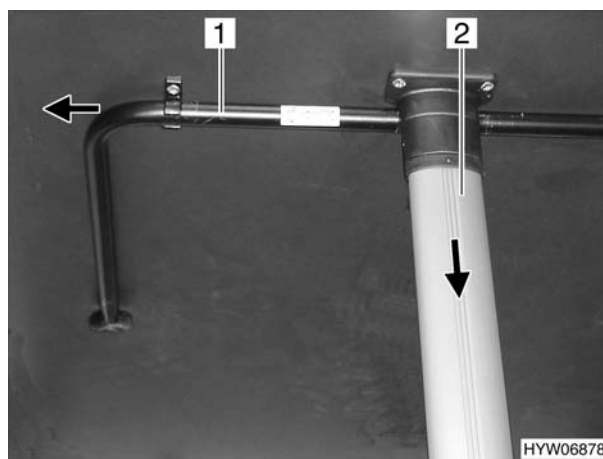

Fig. 30 Tavolo sospeso
- Spingere il puntello (Fig. 30,1) nella direzione indicata dalla freccia e ribaltarlo.
- Tirare il piede del tavolo (Fig. 30,2) nella direzione indicata dalla freccia e ripiegarlo.